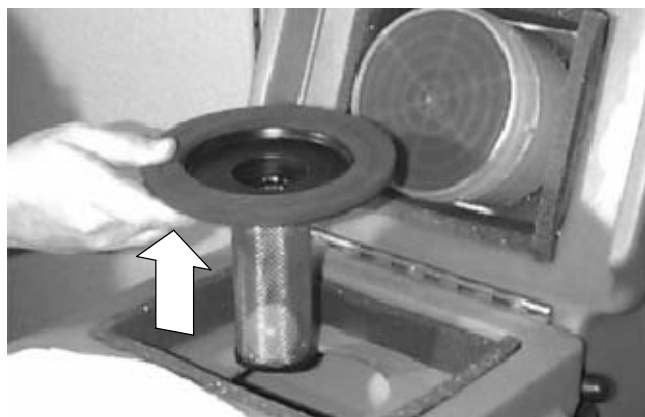

図 15
- 毎回のご使用後、汚水回収タンク内のフロートスクリーンを取りはずして清掃します。(図15) 清掃後はフロートスクリーンを元の位置に戻します。